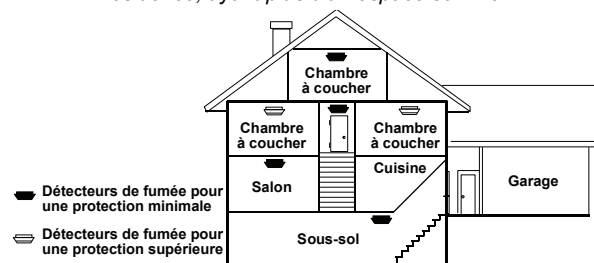

Figure 7. Lieux d'installation des détecteurs de fumée dans une résidence à plusieurs étages
- Installez un détecteur de fumée à chaque étage d'une maison ou d'un appartement à plusieurs étages, comme illustré dans la figure 7.